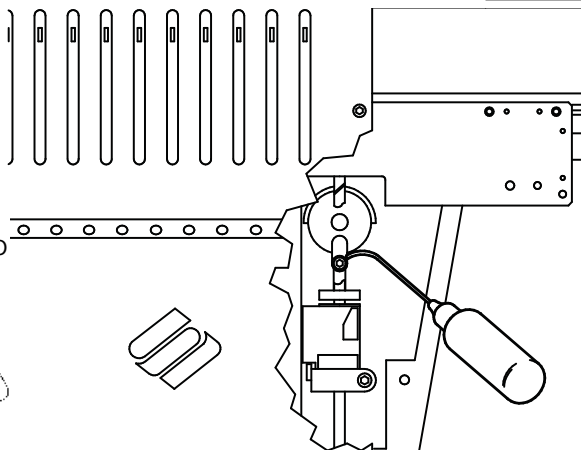

Figura 5-5
2. La Figura 5-5 mostra l'apertura di lubrificazione all'interno della macchina. Per ottenere accesso a quest'apertura, introducete il tubo di lubrificazione attraverso l'apertura con manicotto rosso sulla parte anteriore del quadro. Usate un lampo se è necessario.